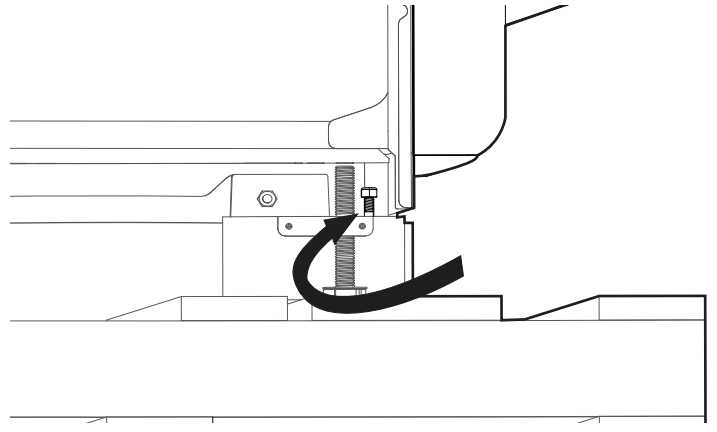

Figura 8: Quite la tuerca del cajón calentador situada en la plataforma de expedición
3. **Modelos PRDS48JDSGU/C:** Para tener acceso a los pernos de la plataforma de expedición situados debajo del cajón calentador, alcance la tuerca detrás y sobre la estructura del aparato y sujétela con una llave de ½ pulg. (vea la *Figura 8*). Use otra llave para aflojar la tuerca situada abajo. **NO** quite el cajón calentador.